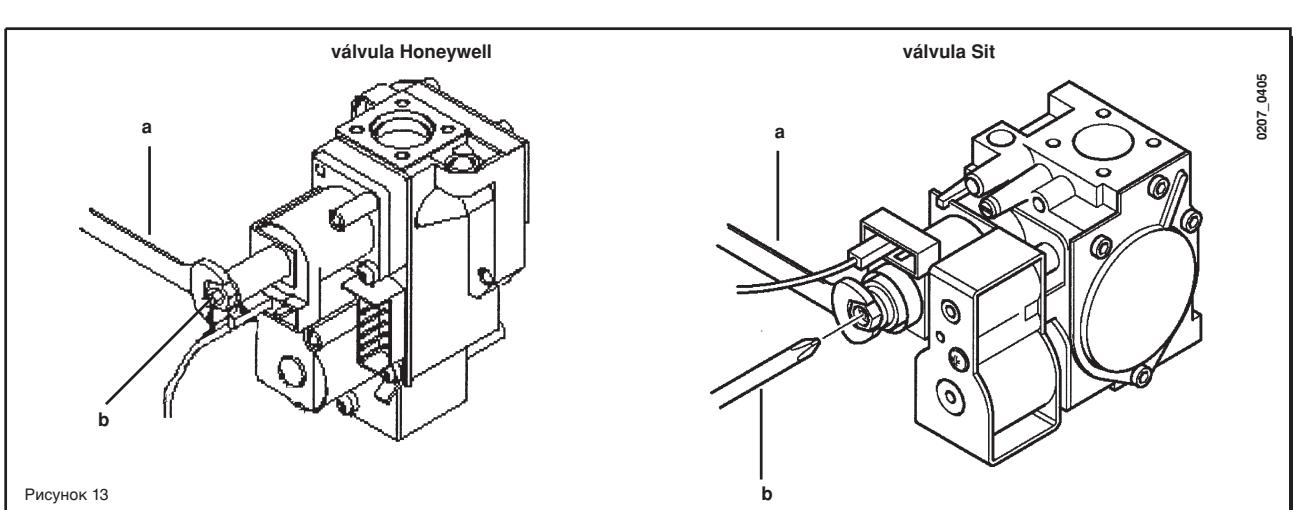

Рисунок 13
- откройте газовый вентиль и установите регулятор (1) в положение Зима ();
- поворотом латунного винта (A) (см. Рис. 13) добейтесь величин давления, приведенных в таблице 1 на странице 18;
- отсоедините кабель питания электронного регулятора пламени и поворотом винта (B) (Рис. 13) добейтесь величин давления, соответствующей пониженной мощности (см. таблица 1 на странице 115);